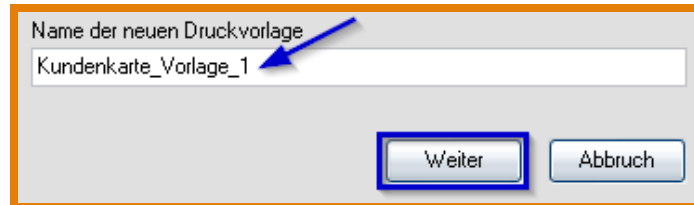

Abbildung 11.9: Kundenkartendrucker Vorlage anlegen
- Benennen Sie die Druckvorlage und bestätigen Sie mit  (Abbildung 11.9)